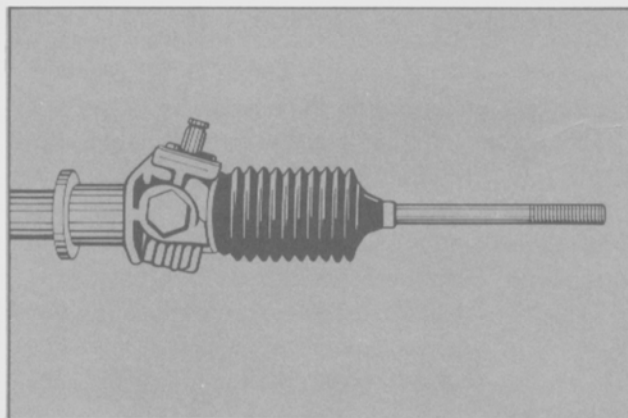

Fig. 17 - Instalación del fuelle protector.
- Desechar las abrazaderas originales de producción de los fuelles e instalar en éstos las abrazaderas de ajuste a tornillo para servicio. Colocar ambos fuelles observando que la abrazadera que ajusta a los mismos a la barra de acoplamiento lo haga sobre el rebaje que tiene para tal fin. (Fig. 17.)